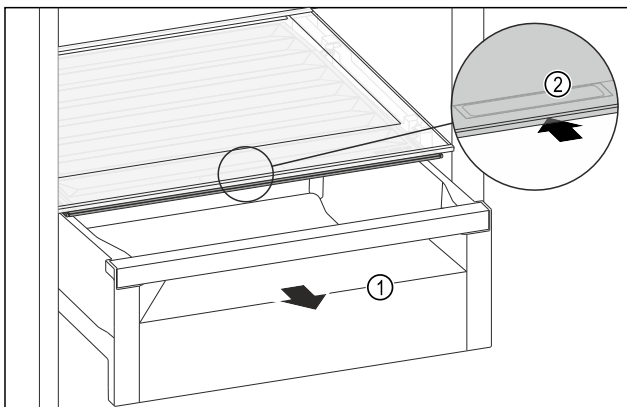

Fig. 221
- ▶ Schubfach Fig. 221 (1) herausziehen.
- ▶ Griffmulde Fig. 221 (2) am Fachdeckel anfassen und Fachdeckel gleichzeitig nach hinten schieben.